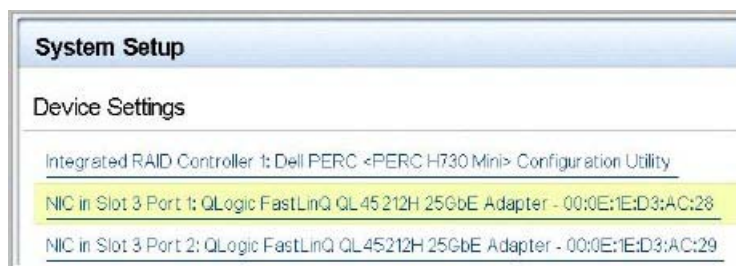

Figure 5-2. Configuration du système : Paramètres des périphériques
3. Dans la fenêtre Paramètres de périphérique (Figure 5-2), sélectionnez le port de l'adaptateur QL45212 que vous souhaitez configurer, puis appuyez sur ENTRÉE.